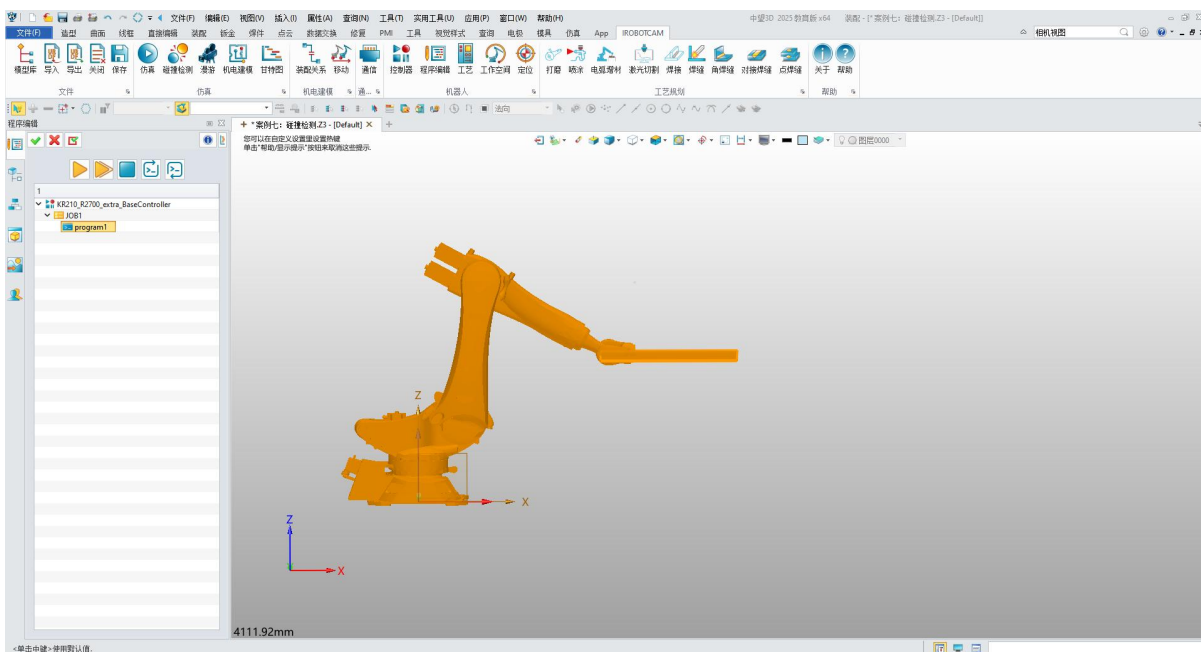

图 11-21: 仿真验证
- 在“IROBOTCAM”栏中，点击“程序编辑”。(图 11-21)